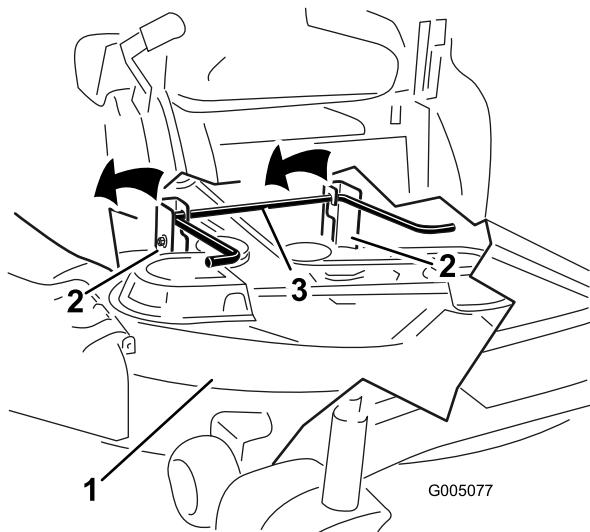

Figura 46
- Alzate il tosaerba e i supporti di sostegno dall'asta di sollevamento posteriore e abbassate con cautela il tosaerba al suolo (Figura 46).
- Alzate la parte posteriore del piatto di taglio e guidate i supporti di sospensione lungo l'asta di sollevamento posteriore (Figura 46).